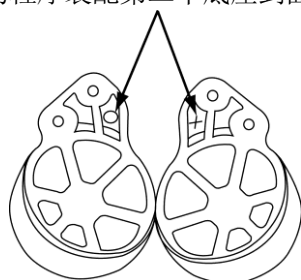

图: 22a
- 检查黑色的塑料耳罩底座并找到上面的“X”和“O”模塑标记。底座（耳罩）分左右侧。在佩戴时，标有“X”的底座应该置于面罩右侧，同时标有“O”的底座应该置于头罩左侧（也就是“X”在右，“O”在左）。图22a描绘了底座上“X”和“O”的位置。